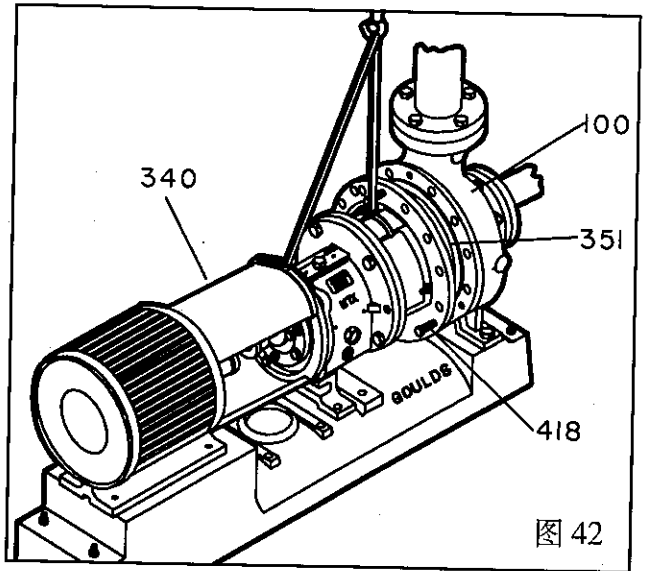

图 42
**C 型连接架:** 用一根绳索系在连接架(108) 或轴承箱(228A) 上 (STX 型), 另一根绳索系在 C 型连接架上进行起吊。(图 42)。